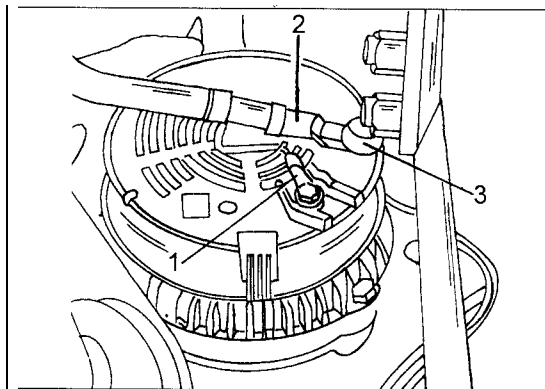

Bild 333
- Den Kontaktschutz (3) in Bild 333 entfernen.
- Die beiden Kabel (1) und (2) von der Rückseite der Drehstromlichtmaschine abschrauben. Über einer der Klemmen sitzt der bereits genannte Kontaktschutz.